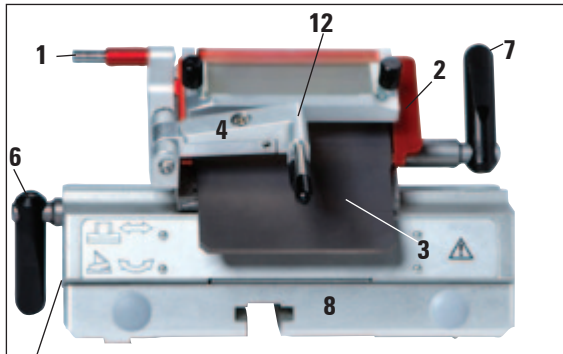

Abb. 12
- Freiwinkeleinstellung mit Inbus-Schlüssel SW 4 (siehe **5**, Abb. 12, links am Klingenhalter) - empfohlener Winkel zwischen 2° und 5°
1. Um den Segmentbogen (1) von der Basis zu lösen, mit einem Inbus-Schlüssel SW4 die Schraube über Freiwinkeleinstellung (2) lösen und Segmentbogen (1) von der Klingenhalterbasis nehmen.
2. Schnittstreckersystem (3) nach links klapfen, dabei am Hebel (4) anfassen.
3. Klemmhebel (5) der Andruckplatte durch Drehen gegen den Uhrzeigersinn lösen.
4. Andruckplatte (6) festhalten und Bolzen (7) herausziehen.
5. Danach kann die Andruckplatte (6) zur Reinigung (mit Alkohol) entnommen werden.
6. Um den oberen Teil (8) vom Segmentbogen zu entfernen, Klemmhebel des Klingenhalters (6, Abb. 12) durch Drehen im Uhrzeigersinn lösen und heraus ziehen. Klingenhalter ist nun lateral verschiebbar und kann vom Segmentbogen genommen werden.